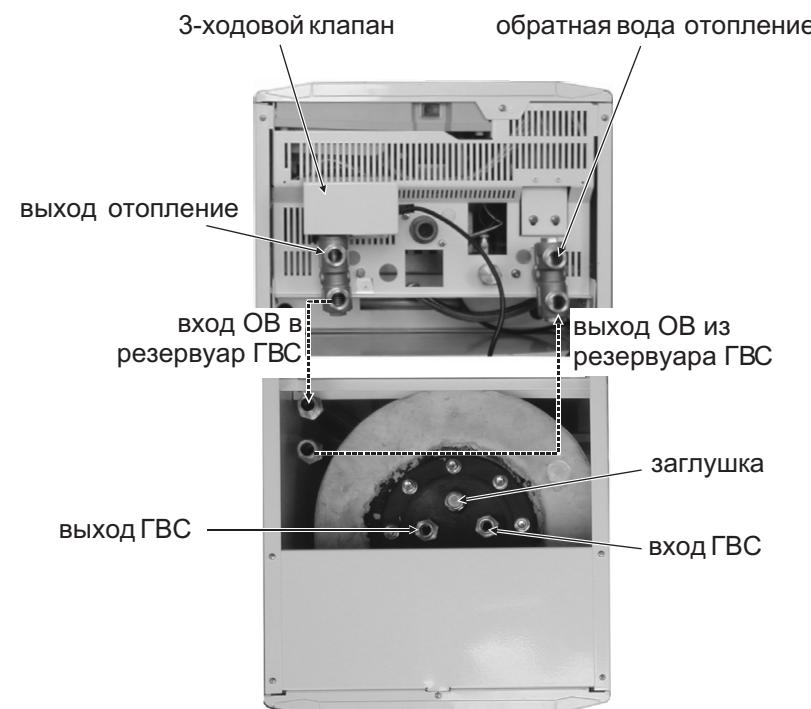

рис.2.
11. На выход 3-ходового клапана, удаленный от электромотора, подсоедините шланги и подсоедините с выходом для входа ОВ резервуара см.рис. 2.
12. На вход котла (обратная вода) закрепите с помощью перекидной гайки распределительный Т-переходник. На один из его выходов установите короткие шланги, а второй конец подсоедините на выход ОВ резервуара см.рис.2.